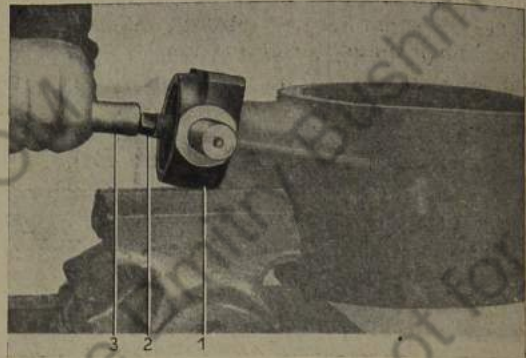

Bild 725: Achsbolzen aus Lagerzapfen heraus schlagen
4. Achsbolzen aus dem Lagerzapfen heraus schlagen (Bild 725). (Verwende Dorn und Hammer).